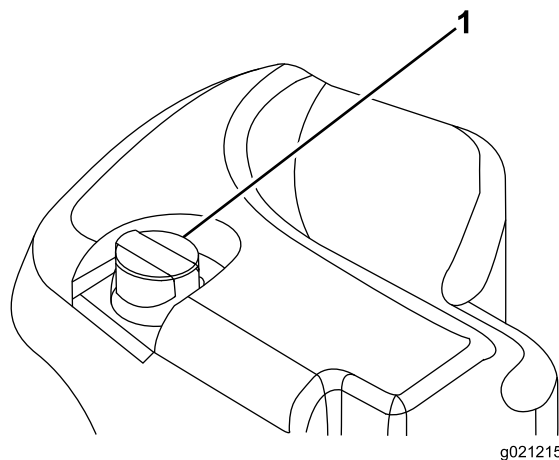

Figura 34
2. Limpe a zona em redor do tubo de enchimento e da tampa do depósito hidráulico (Figura 34).